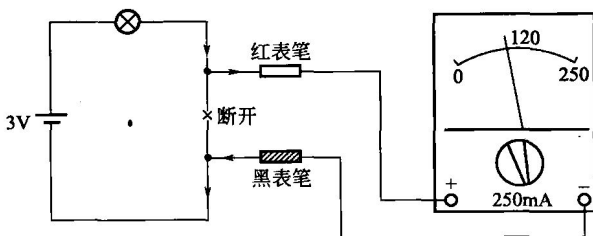

图 1-11 测量流过一只灯泡电流示意图
③ 正确读数 仔细观察表盘, 直流电流挡刻度线是第二条刻度线, 如选 500mA 挡时, 可读第二条刻度线下第二行数字指针指示数, 读数后乘 10 即可。注意读数时, 视线应正对指针。
④ 应用举例 下面以测量流过一只灯泡的电流大小来说明直流电流的测量方法, 测量过程如图 1-11 所示。